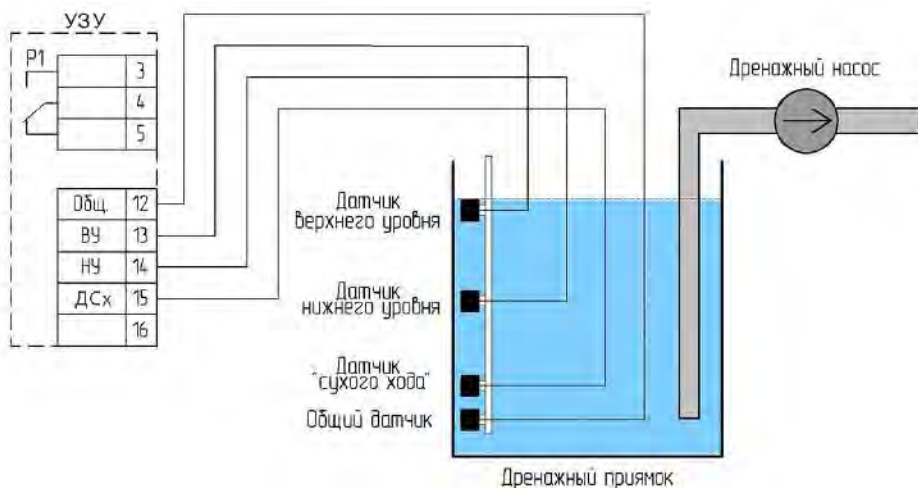

Рис. 5 Включение электродвигателя в режиме работы «дренаж»
1) при заполнении дренажного приемка жидкостью до датчика верхнего уровня происходит автоматическое включение электродвигателя насоса (См. Рис.5);